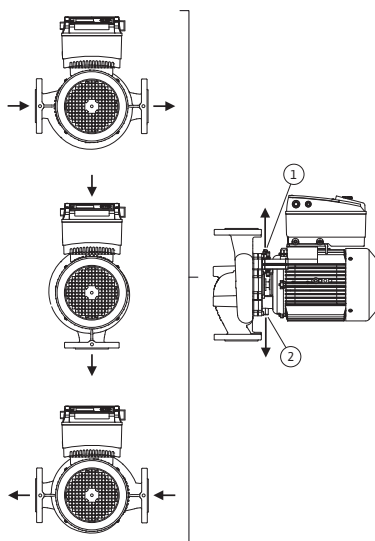

Fig. 18: Positions de montage autorisées avec arbre moteur horizontal
Les positions de montage autorisées avec arbre moteur horizontal et module électronique vers le haut (0°) sont représentées sur la fig. 18. Les positions de montage autorisées avec module électronique monté latéralement ($\pm 90^\circ$) ne sont pas représentées. Toute position de montage sauf « Module électronique vers le bas » (-180°) est autorisée. Le dégazage de la pompe n'est assuré que si la soupape d'échappement pointe vers le haut (fig. 18, pos. 1). Seule cette position (0°) permet d'éliminer de façon ciblée le condensat présent via un perçage présent, lanterne de pompe et moteur (fig. 18, pos. 2).
- En cas d'arbre moteur à l'horizontale, la position vers le bas de l'orifice de condensation est obligatoire (Fig. 18, Pos.2). Le cas échéant, il faut tourner le moteur en conséquence.